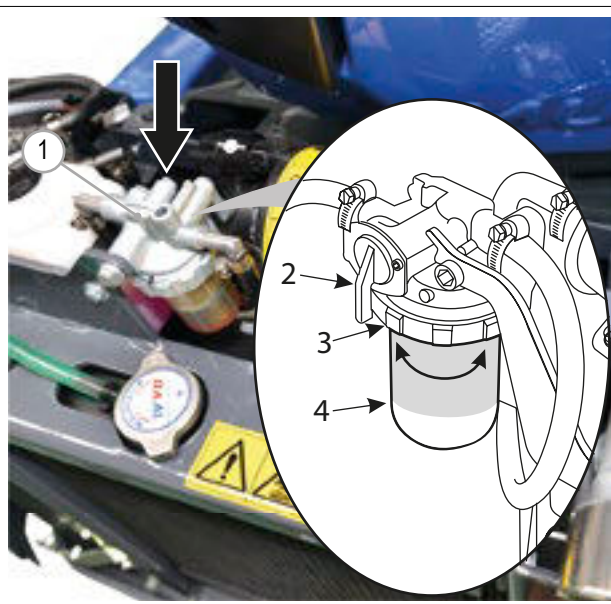

FIG. 52
- 4) Undersøg brændstoffilter (FIG. 52 - Ref. 1) og tjek, om der er vand (FIG. 52 - Ref. 4) i bunden af filterets skål.
- Luk hanen til fordeleren af brændstof/vand (FIG. 52 - Ref. 2).
- Løsn ringen (FIG. 52 - Ref. 3). Det kan være nødvendigt at bruge en skrueøgle.
- Åben hanen (FIG. 52 - Ref. 2).